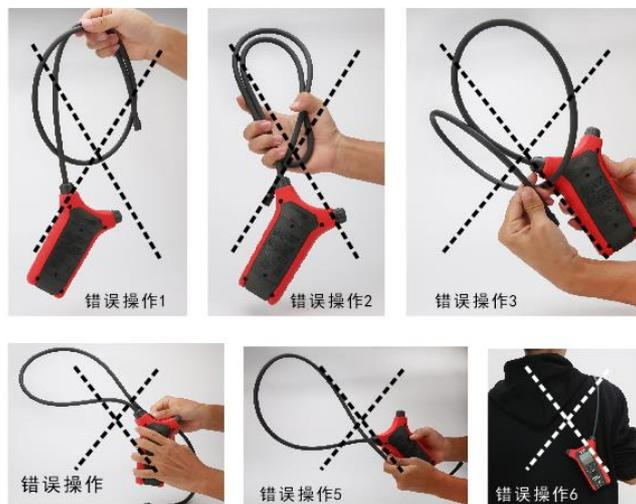

Abbildung 4.4
- 7) Führen Sie die folgenden unsachgemäßen Bedienungen nicht aus (siehe Abbildung 4.4).